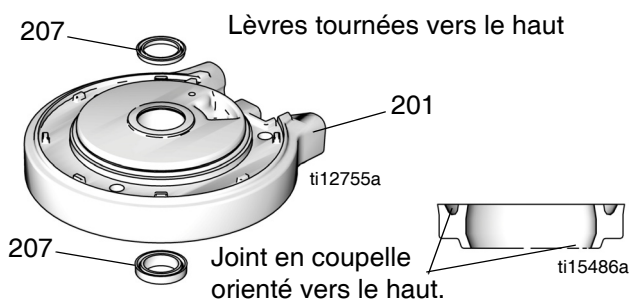

FIG. 8 : Installation du joint en coupelle du moteur pneumatique
2. Lubrifier l'intérieur du cylindre (205). Abaisser le cylindre du couvercle supérieur (210).
3. Lubrifier le joint torique (204) et le placer sur le piston (219).
4. Faire glisser l'ensemble piston (219) vers le bas sur le couvercle inférieur (205). Veiller à ce que le joint torique (202) soit bien en place.
5. Monter l'écran (206) sur le cylindre (205) et la rainure sur le couvercle supérieur (210).
6. Voir la FIG. 8. Lubrifier et placer le nouveau joint en coupelle avec bride (207) en bas du joint à soufflet du couvercle inférieur (201). Le joint en coupelle doit être tourné vers le haut et la bride doit être tournée vers le bas. Lubrifier et placer le nouveau joint en coupelle (207) en haut du joint à soufflet. Les lèvres doivent être tournées vers le haut.